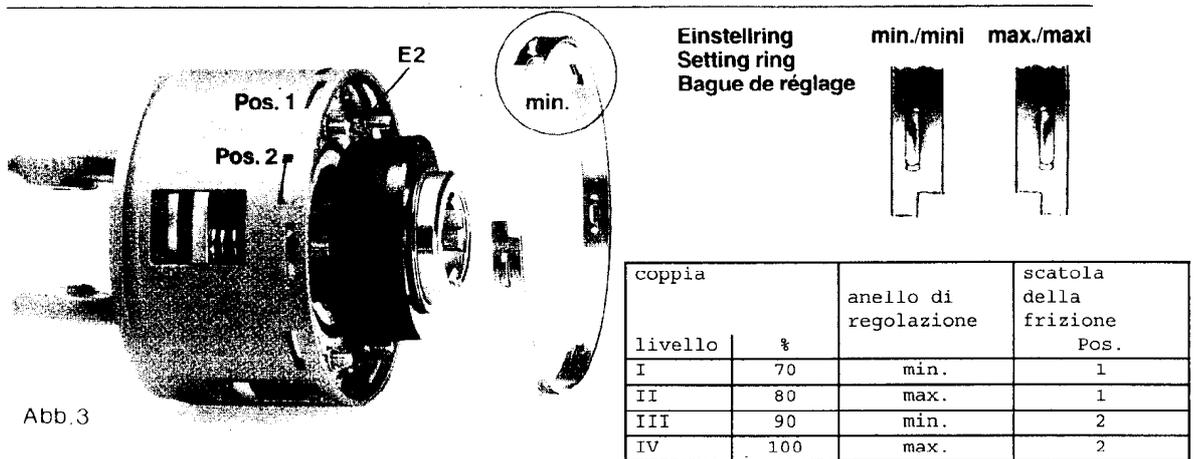

Abb.3
Nella trasmissione cardanica del tipo 2600, la coppia deve essere modificata ruotando l'anello di regolazione e in quattro volte tramite due posizioni di montaggio (Fig. 3).
**Tipo 2600:** serrare i dadi E2 (Fig. 3) per scaricare i dischi dei frizione.